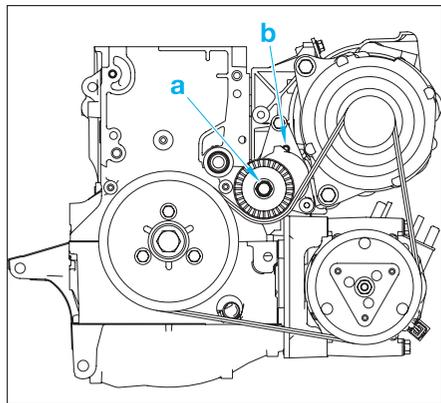

FIG. 18
- Placer l'outil ref. 0188.Z (levier de compression du tendeur dynamique) en "a" (Fig. 18).